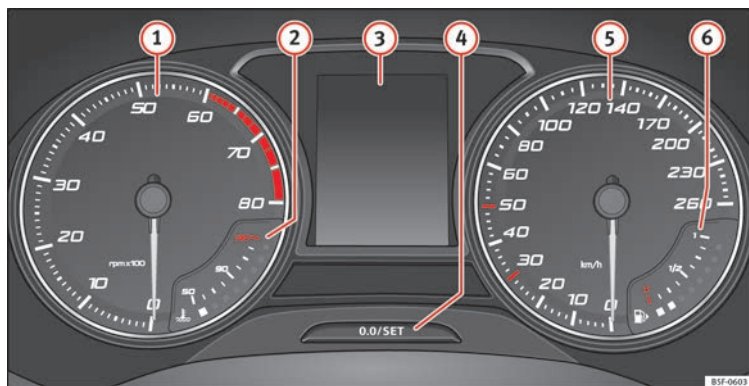

Fig. 105 Combiné d'instruments à l'avant.
Le compte-tours indique le nombre de tours du moteur par minute » **fig. 105 ①**.
① ATTENTION
L'aiguille du compte-tours ① » **fig. 105** ne doit rester que peu de temps dans la zone rouge : risque d'endommagement du moteur.
Lors de la mise du contact d'allumage, l'écran du tableau de bord » **fig. 105 ③** affiche diverses informations en fonction de l'équipement du véhicule :
- Appuyez brièvement sur le bouton » **fig. 105 ④** pour remettre le compteur kilométrique journalier à 0.
- Maintenez enfoncé le bouton ④ pendant environ 3 secondes pour afficher la valeur précédente.
- Pour régler l'heure, maintenez enfoncé le bouton **» fig. 105 ④** pendant plus de 3 secondes afin de sélectionner l'indicateur des heures ou des minutes.
- Pour poursuivre le réglage, appuyez sur la partie supérieure ou inférieure du bouton **④**. Pour que les nombres défilent rapidement, maintenez la touche appuyée.
- Appuyez de nouveau sur le bouton **④** pour mettre fin au réglage de l'heure.
Maintenez enfoncé le bouton **» fig. 105 ④** pendant plus de 15 secondes pour afficher les lettres-repères du moteur (MKB) du véhicule. Pour cela, le contact d'allumage doit être mis et le moteur coupé.
L'indicateur de température du liquide de refroidissement **(2)** » **fig. 105** ne fonctionne que lorsque le contact d'allumage est mis. Pour éviter d'endommager le moteur, veuillez tenir compte des remarques suivantes, relatives aux plages de température.
L'indicateur (6) » fig. 105 fonctionne uniquement lorsque le contact d'allumage est mis.